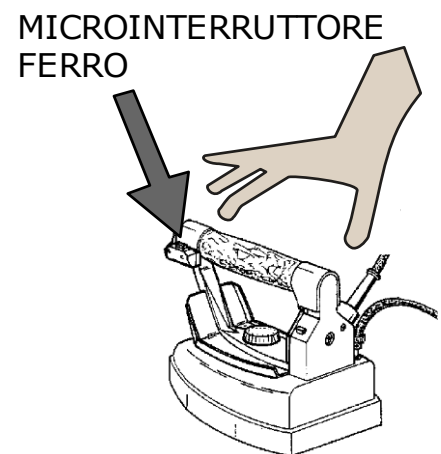

Fig. 6
10. Sollevare il ferro da stiro per il manico in sughero e premere il microinterruttore del ferro (fig. 6) per 4-5 volte, facendo uscire il vapore. Bisogna inoltre accertarsi che il vapore sia ben saturo (premendo il microinterruttore con il
1. Passare il ferro da stiro sui capi da stirare, premendo ad intervalli il microinterruttore del ferro (fig. 6) per far uscire il vapore. Si consiglia di utilizzare frequentemente l'aspirazione per evitare ristagni d'acqua sul tavolo e permettere al capo di asciugarsi.